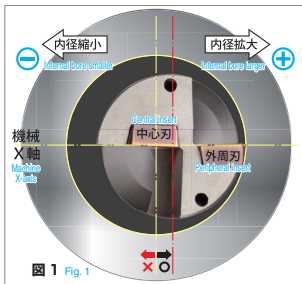

図 1 Fig. 1
- ・外周刃が機械の X 軸と平行になるようにセットして下さい。(図 1)
- ・ Set the drill so that the peripheral insert is parallel to X axis of the machine (Fig. 1).
- ・調整方向は X 軸のプラス側（内径拡大方向）に調整して下さい。マイナス側（内径縮小方向）に調整すると、ホルダが加工した穴に干渉（擦れる）する可能性がありますので、推奨しません。(図 1)
- ・ It is always recommended that X axis is moved to positive (direction to expand the inner diameter). Negative direction (direction to shrink the inner diameter) is not recommended because the holder may interfere with (scrape) the machined hole (Refer to Fig. 1).